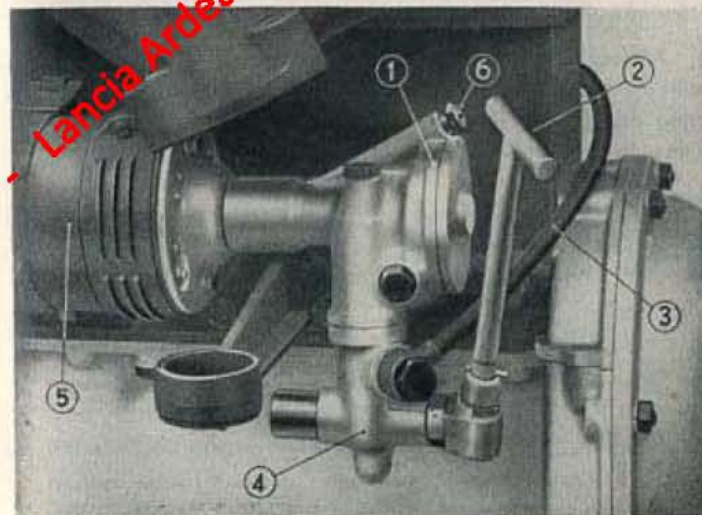

Fig. 19. - Pompa acqua e rubinetto scarico acqua dal radiatore e dal motore.
La pompa è fissata sul lato sinistro del motore ed è comandata direttamente dall'alberino della dinamo (vedi fig. 19).
In queste condizioni l'acqua giunge al radiatore in quantità minima e la circolazione nel motore avviene attraverso il tubo (3) ed il collettore di aspirazione (vedi fig. 19).